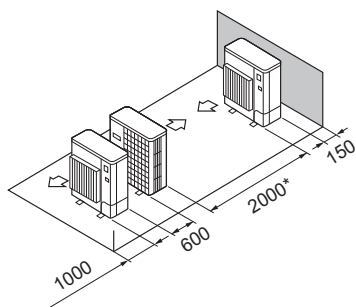

Fig. 2-17
- (5) Plassering av enkel parallellenheter (Fig. 2-17)